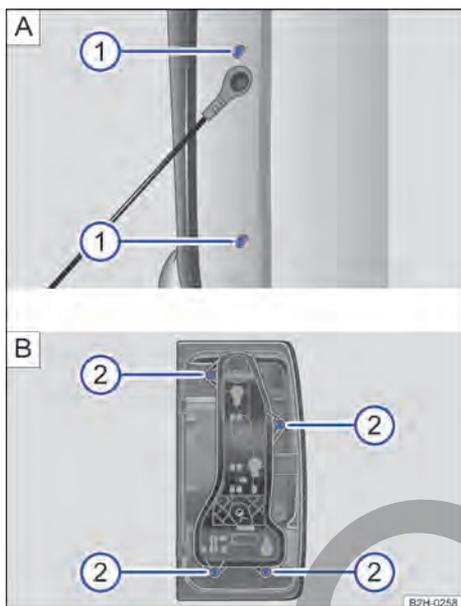

Fig. 146 **A** En el lateral de la superficie de carga: desmontar el grupo óptico trasero. **B** Soltar el portalámparas.
→ Fig. 146 y → Fig. 147
- ① Tenga en cuenta y siga la lista de comprobación → Página 180.
- ② Abra el portón de carga.
- ③ Desenrosque los dos tornillos Torx de estrella con el destornillador de las herramientas de a bordo → Fig. 146 ① **A**.
- ④ Presione el grupo óptico hacia fuera y extráigalo con cuidado hacia atrás de la carrocería.
- ⑤ Desbloquee el conector, desacóplelo y deposite el grupo óptico sobre una superficie limpia y plana.
- ⑥ Desenrosque los cuatro tornillos de estrella del portalámparas con el destornillador de las herramientas de a bordo → Fig. 146 ② **B**.
- ⑦ Extraiga el portalámparas del grupo óptico trasero.
- ⑧ Sustituya la lámpara averiada por otra nueva del mismo tipo.
- ⑨ Coloque el portalámparas en el grupo óptico trasero y atorníllelo.
- ⑩ Con una mano sostenga el grupo óptico trasero en la posición de montaje y con la otra enrosque fijamente el tornillo de fijación → Fig. 146 ② **B**.
- ⑪ Acople el conector al portalámparas y coloque el grupo óptico trasero con cuidado en la carrocería.
- ⑫ Compruebe que el grupo óptico trasero haya quedado montado correctamente y esté bien fijado.
- ⑬ Enrosque y apriete los dos tornillos Torx de estrella con el destornillador de las herramientas de a bordo → Fig. 146 ① **A**.